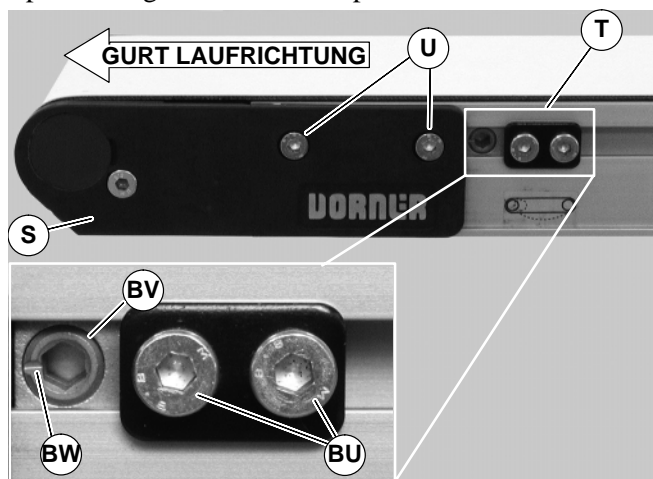

Abbildung 42
Förderbänder ohne V-Führungen sind mit Spurführungsnocken ausgestattet (T siehe Abbildung 42) um die Spurführung des Gurtes anzupassen.
1. Sicherstellen, dass die Deckplatten-Befestigungsschrauben (U siehe Abbildung 42) zu beiden Seiten des Förderbandes festgezogen sind.
2. Zu beiden Seiten des Förderbandes die zwei (2) Nocken-Befestigungsschrauben lösen (BU). Die Nocken einstellen (BV), bis die Anzeigeschlitz (BW) horizontal vor dem Förderbandende liegen. Dann die Nockenbaugruppen gegen die Deckplatten schieben (S) und die Nocken-Befestigungsschrauben (BU) mit 7 Nm wieder festziehen.
3. Auf der Seite, in deren Richtung der Gurt läuft, die Deckplatten-Befestigungsschrauben lösen (U).
4. Bei laufendem Förderband mit einem 5 mm Innensechskantschlüssel den Spurführungsnocken (BV) in kleinen Schritten drehen, bis der Gurt in der Mitte des Förderbandes liegt. Dann die Nocke in dieser Position festhalten und die Befestigungsschrauben der Deckplatten (U) mit einem 4 mm Innensechskantschlüssel mit 7 Nm wieder festziehen.